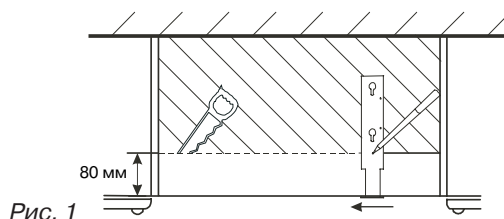

Рис. 1
- 1 Начертите, используя монтажный шаблон, линию, как показано на рис.1. Выпилите по этой линии и сделайте таким образом углубление в днище шкафа.